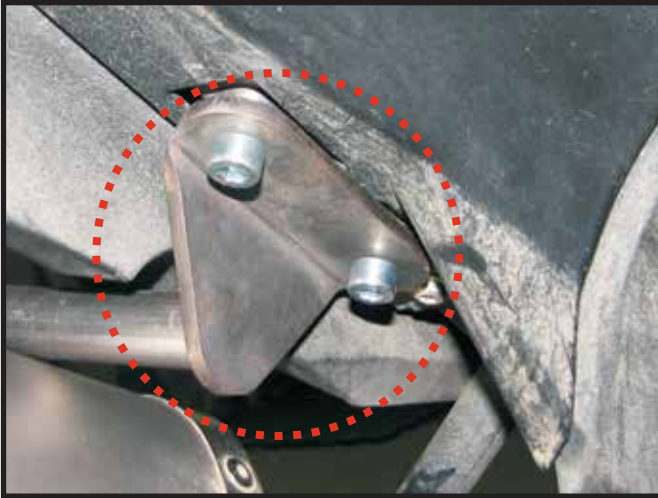

Imagen 2
- 4- Utilizando los BUJES D y la Tornillería T1 fijar el soporte del lado izquierdo de la moto según se muestra en la imagen 2.